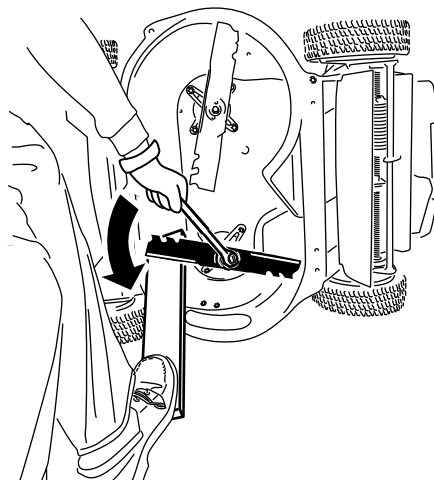

Figure 41
1. Servez-vous d'une cale en bois pour immobiliser chaque lame et dévissez le boulon de lame, comme montré à la Figure 41.